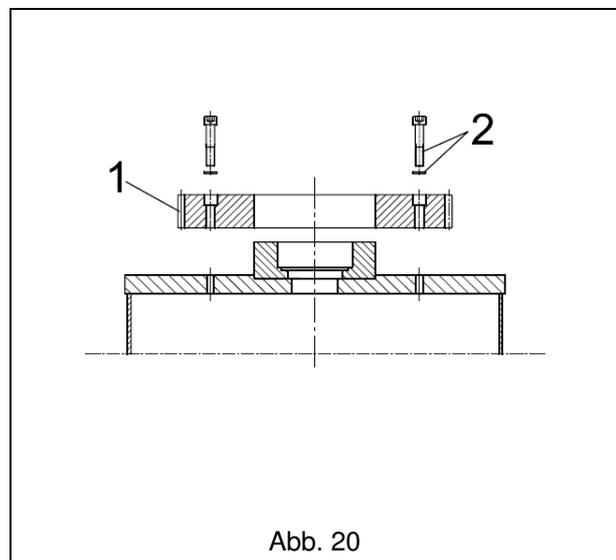

Abb. 20
8. Für die angetriebene Ausführung platzieren Sie den Zahnkranz **1** auf die Oberseite der Säule und installieren Sie die Bolzen und Federscheiben. Die Bolzen mit einem Drehmoment von 220Nm anziehen (Abb. 20).